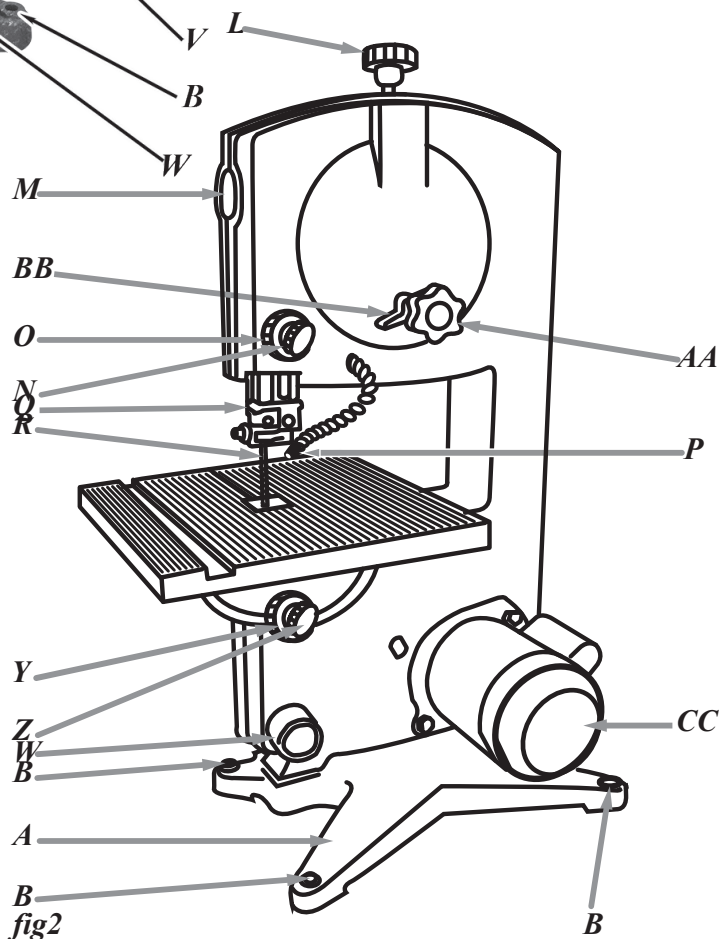

fig2
2. Si la lame se déplace vers l'avant de la roue, desserrer le bouton de verrouillage de la lame (BB, figure 2)) et tournez le bouton du guide de lame (AA, fig2) légèrement dans le sens horaire.